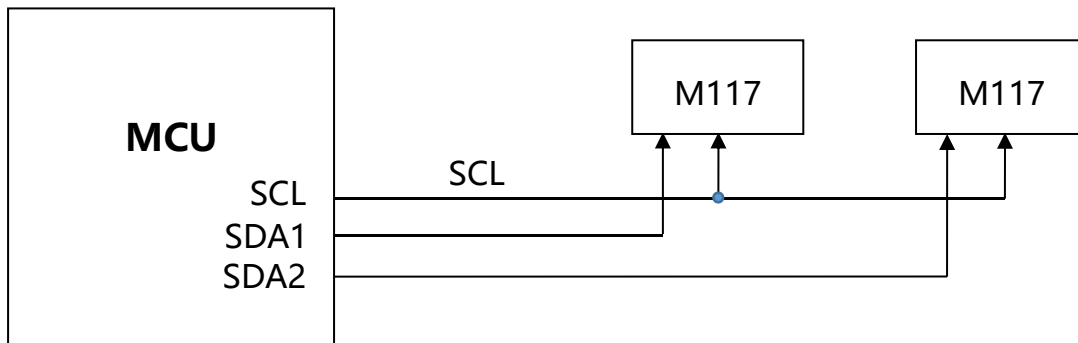

图 7: I2C 多个 M117 应用示意图
1) M117 地址固定为 0x44, 多个相同地址 M117 需要一起使用时, 可通过共用 I2C 时钟线 (SCL), 多个数据线 (SDA) 来实现, 具体如图 7 所示。